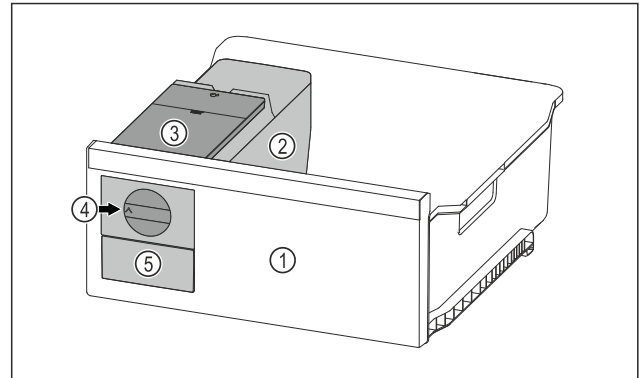

Fig. 41 Voorbeeld
- ▶ Draaiknop Fig. 41 (4) rechtsonder tot aan de aanslag draaien.
- ▷ Ijsblokjes vallen uit de ijsblokjeschaal in de ijsblokjeslade Fig. 41 (5).